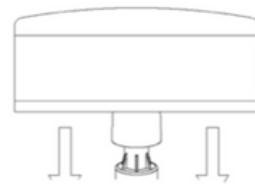

ABBILDUNG 5
- Drücken Sie die Bürste fest auf die Spitze der Jet-Düse. Drücken Sie diese so weit wie möglich an, um ein Austreten von Dampf zu verhindern (ABBILDUNG 5-C).